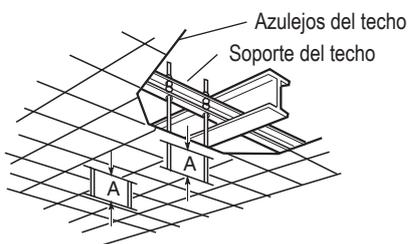

Fig. 3-7
- b) Utilizar los soportes de techo existentes, o construir uno adecuado (Fig. 3-7).